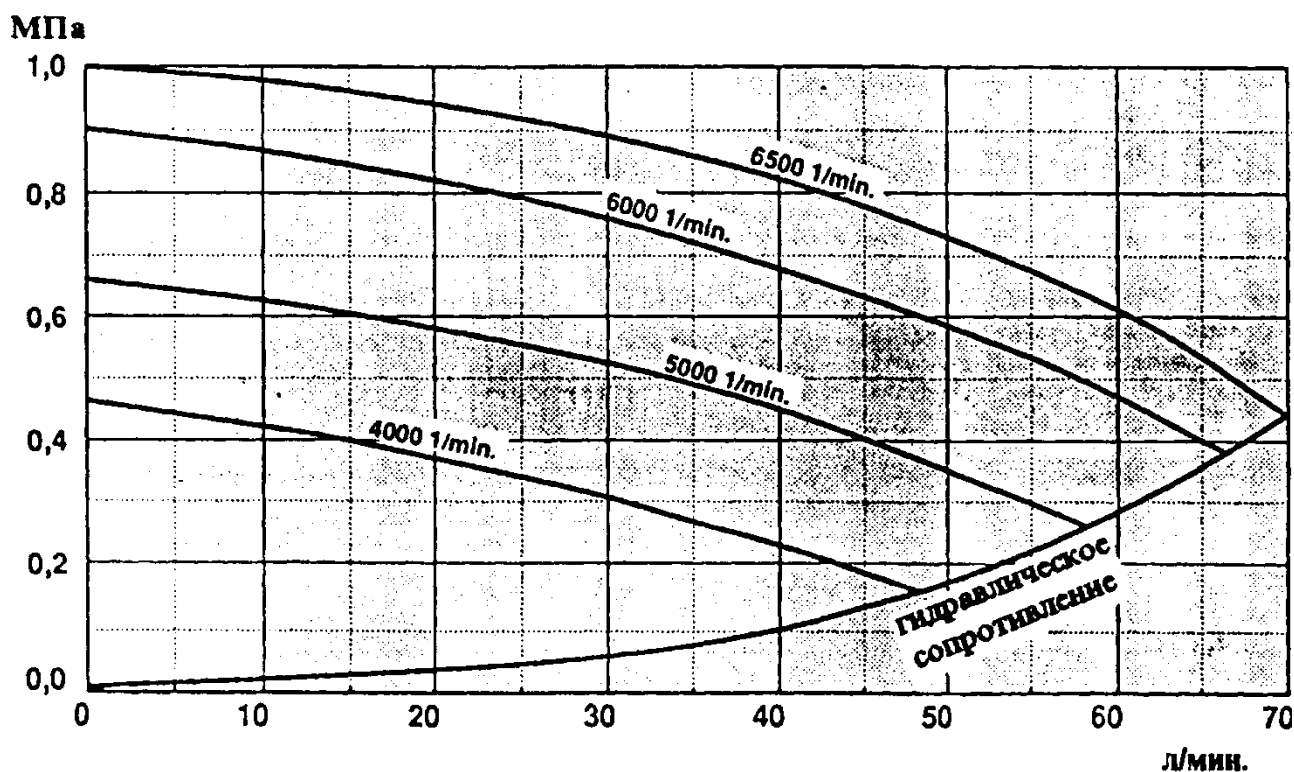

Рис. 52. Характеристики насоса и системы охлаждения
7. Сопротивление элементов системы охлаждения должно быть таким, чтобы расход жидкости был $60... 75$ л/мин, при частоте вращения КВ 6500 об/мин. Характеристика насоса (крыльчатка 922036, крышка 222388, зазор между крыльчаткой и крышкой - 0,8 мм) и характеристика системы охлаждения с двухсекционным радиатором приведены на графике рис. 52.